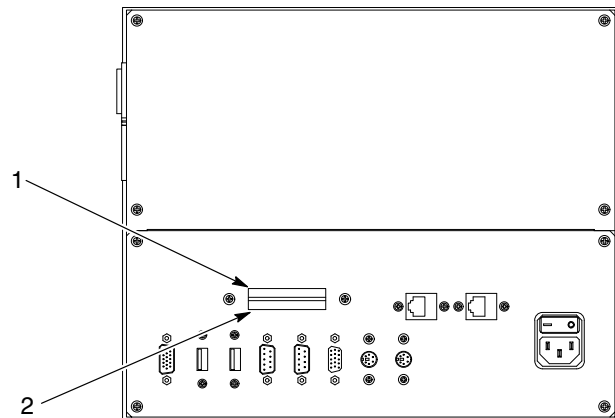

Figura 3-10 Localizações dos cartões de dados do utilizador e de programa
Consulte a figura 3-10. As ranhuras dos cartões CompactFlash encontram-se na parte traseira do PC. O cartão superior (1) é o cartão de dados; o cartão inferior (2) é o cartão do programa.